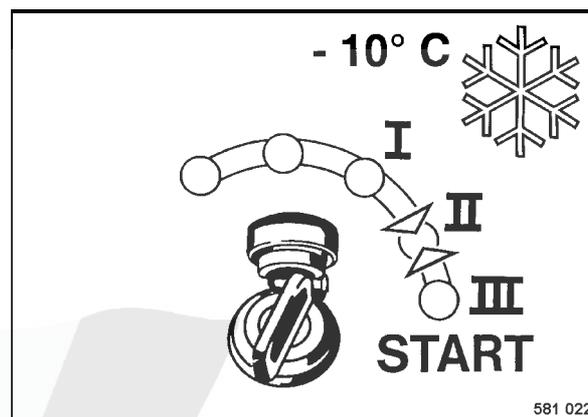

fig. 32
- Tourner la clé de contact (fig. 32) en position "II" et rester en cette position durant 15 secondes au maximum.